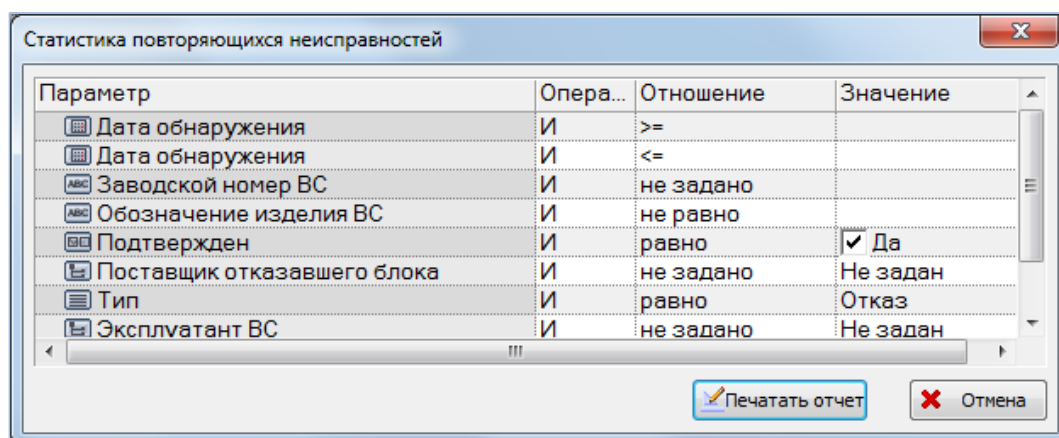

Рис. 13-336 – Окно с параметрами запроса
- 3) Открывается окно с параметрами запроса для выбранного отчета (рис. 13-336). При необходимости выбрать значения в поле «Отношение» и ввести данные в поле «Значение», которые сохраняются до следующего сеанса работы пользователя с параметрами